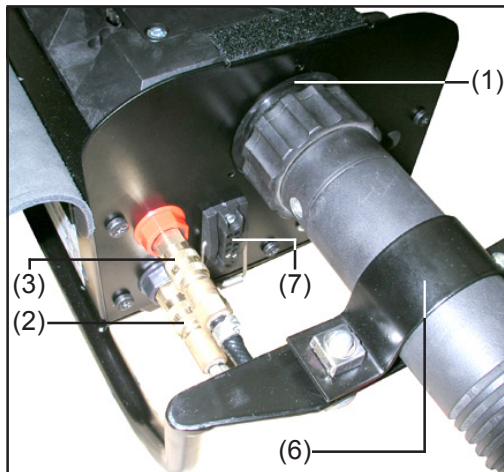
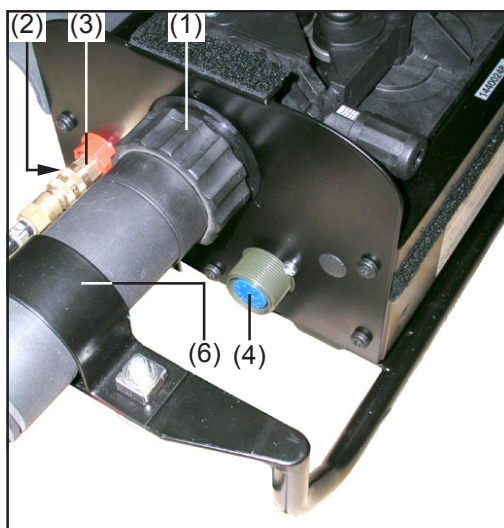

Abb.7 VR 143-2Z Yard: Schweißbrenner anschließen (Standard)
Abb.8 VR 143-2Z Yard: Schweißbrenner anschließen (JobMaster, Up/Down)
An der abgebildeten Seite des VR 143-2Z Yard (Abb.7 und Abb.8):
2. Richtig ausgerüsteten Schweißbrenner mit dem Einlaufrohr voran in den Anschluss Schweißbrenner (1) einschieben
4. Wasserschläuche des Verbindungs-Schlauchpaketes an den Steckanschlüssen Wasservorlauf schwarz (2) und Wasserrücklauf rot (3) anstecken
- 5a. Schweißbrenner Standard (Abb.7): Stecker Schweißbrenner an der Anschlussbuchse Schweißbrenner (7) anstecken
- 5b. Schweißbrenner Up/Down oder JobMaster (Abb.8): Stecker LocalNet des Schweißbrenners an der Anschlussbuchse LocalNet (4) anstecken
6. Verbindungs-Schlauchpaket mittels Schlauchschelle (6) fixieren